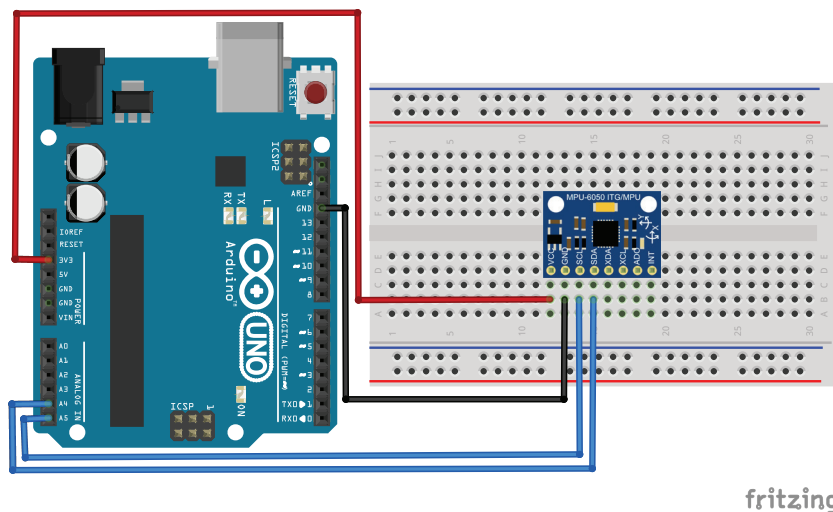

Рис. 24.1. Схема соединения GY-521 к Arduino
Схема соединений платы GY-521 к Arduino показана на рис. 24.1.
1. Подключаем плату GY521 к плате Arduino по схеме на рис. 24.1.